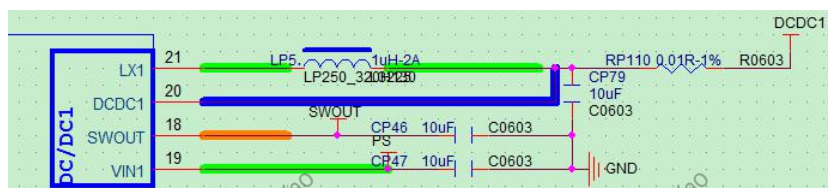

图 2-7 DCDC1 反馈走线设计
- DCDC1 脚不仅作为 DCDC1 的反馈脚，同时也是 SWOUT 电源的输入脚，因此在 PCB 走线时需要根据负载加宽线宽，至少保证 $\geq 20\text{mil}$ 。如图 2-7 所示：